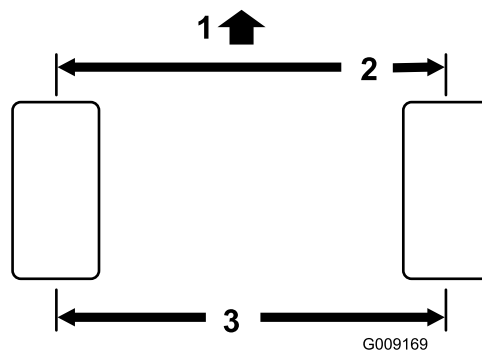

Рисунок 57
2. Измерьте межцентровое расстояние (на высоте оси) на передней и задней стороне рулевых колес (Рисунок 57).